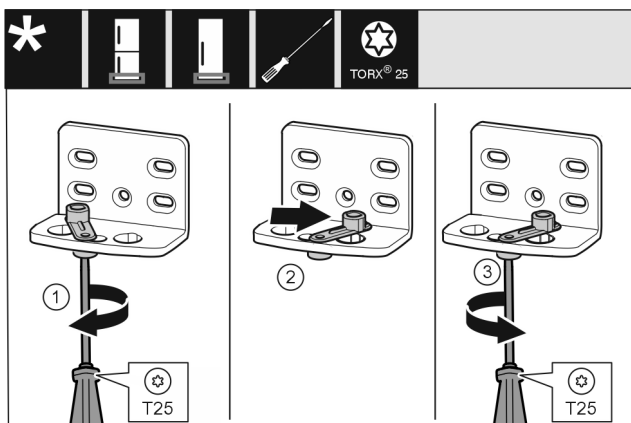

Fig. 14
- ▶ Odkręcić lekko śrubę Fig. 14 (1) śrubokrętem.
- ▶ Unieść element ułatwiający zamykanie drzwi Fig. 14 (2), a następnie obrócić w otworze w prawo o 90°.
- ▶ Przykręcić śrubę Fig. 14 (3) śrubokrętem.